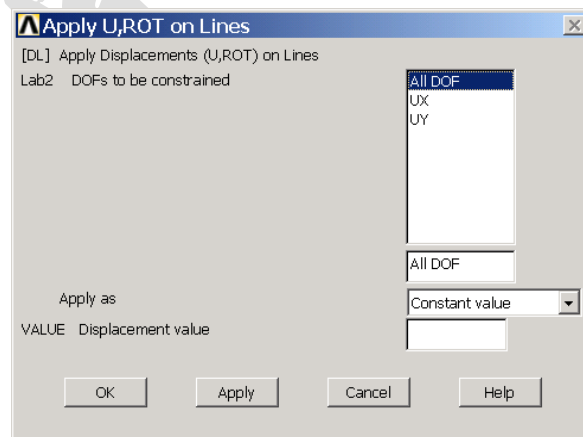

图1.38 施加边界条件
- （2）接着出现如图 1.38 所示的对话框，选择约束【All DOF】，并设置【Displacement value】为【0】，单击【OK】按钮，约束全部位移自由度。